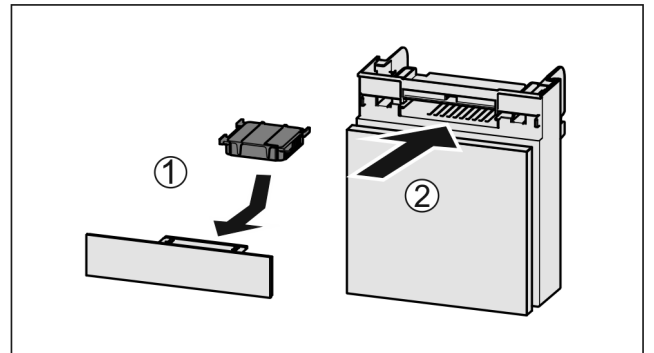

Fig. 104
- ▶ 按图装入 Fig. 104 (1) 活性炭过滤器。
- ▶ 推入 Fig. 104 (2) 抽屉。